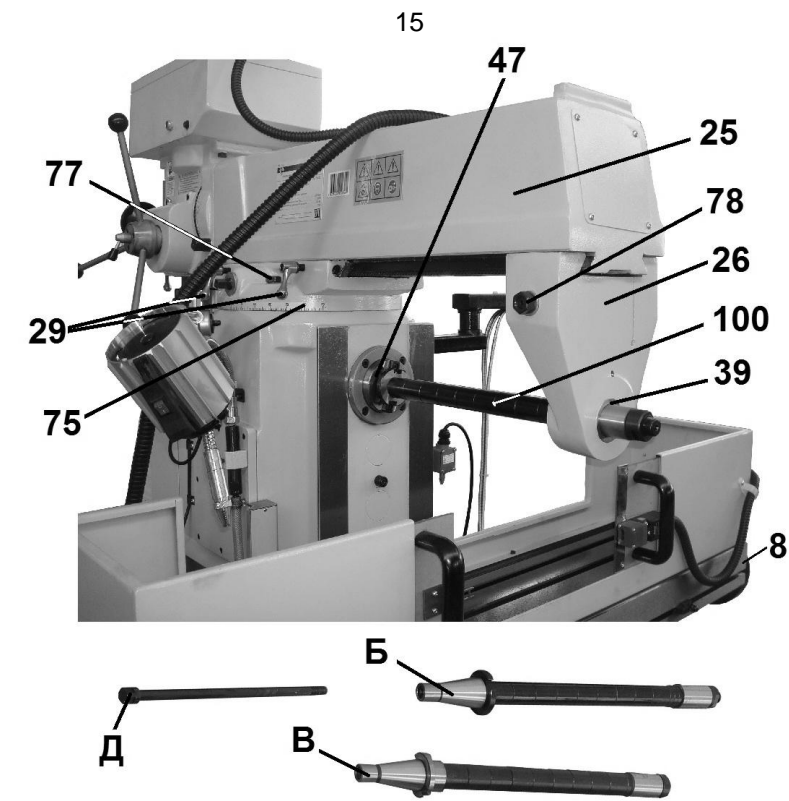

Рис. 38
10.8.11. На Рис.38 показан фрезерный станок для фрезерной обработки горизонтальным шпинделем (47).